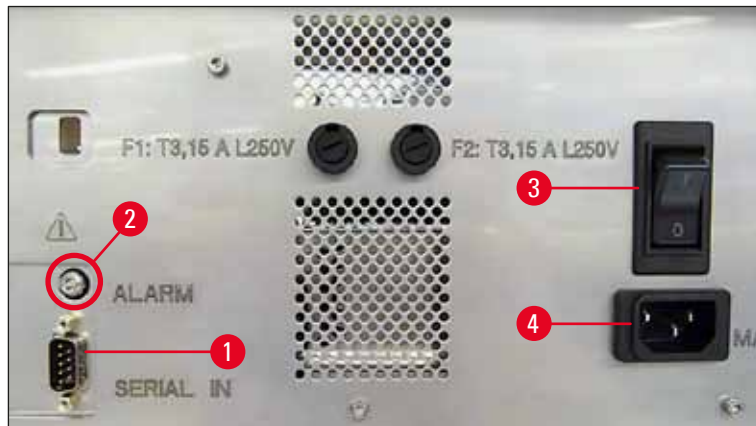

Fig. 31
① Elanslutningarna sitter på instrumentets bakpanel (→ "Fig. 31").